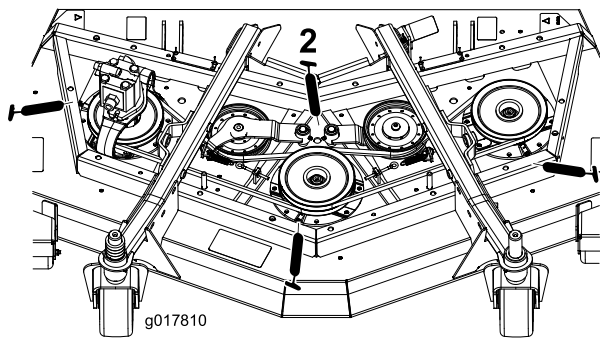

Figure 39
- Paliers d'axes de pivot (3) (sous la poulie) (Figure 39)
- Bagues de pivot de bras de renvoi (2) (Figure 39).